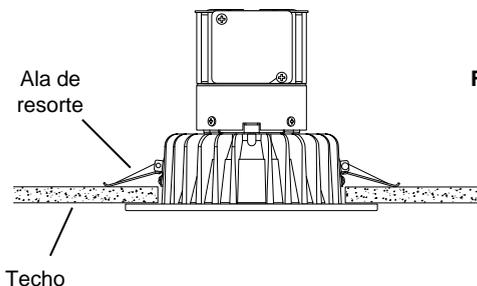

Fig. 5
9. Continuar insertando la luminaria empotrable en el agujero, sin dejar de apretar las alas de resorte. Cuando las alas alcanzan el borde del agujero, libérralas y empuje la luminaria empotrable hacia arriba hasta que ambas alas voltear hacia abajo sobre la superficie del techo. (Fig. 5)